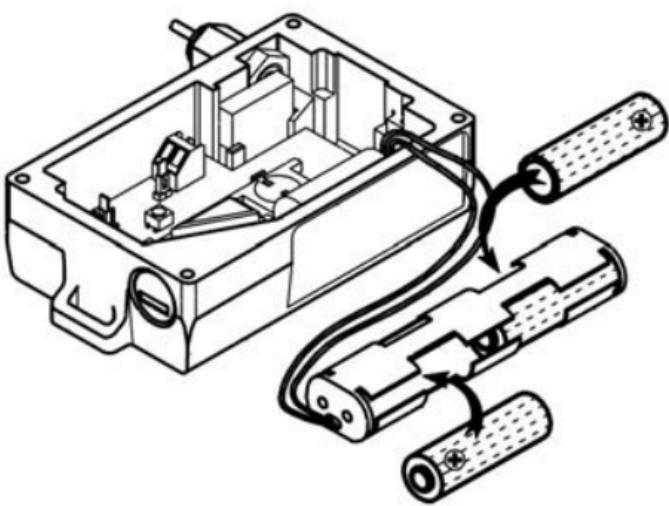

Fig. 6
- c) Inserire le 4 batterie stilo alcaline LR6 size AA da 1,5V facendo attenzione a rispettare la polarità stampata sul box portatile (vedi Fig. 6 a pag. 9).